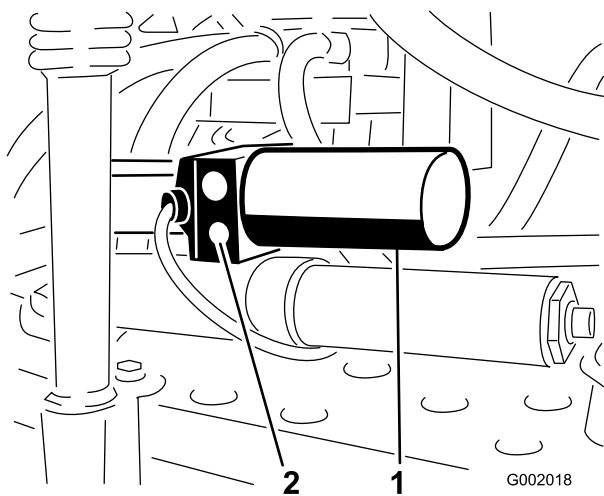

Figura 51
1. Coloque a válvula de descarga manual no accionador para cada rampa. A válvula de descarga manual é a válvula de descarga mais pequena e encontra-se num dos lados do corpo do accionador (Figura 51).